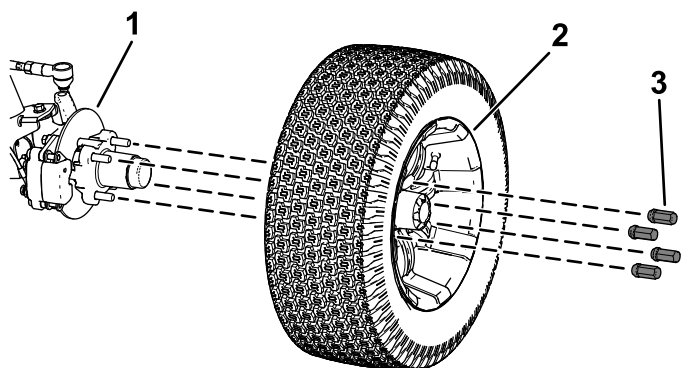

Figura 37
2. Togliete i 4 dadi a staffa che fissano la ruota al mozzo (Figura 37).
4. Allineate i fori sulla ruota ai prigionieri del mozzo e montate la ruota sul mozzo con lo stelo della valvola rivolto all'esterno (Figura 37).
5. Fissate la ruota al mozzo utilizzando i dadi per le ruote (Figura 37).